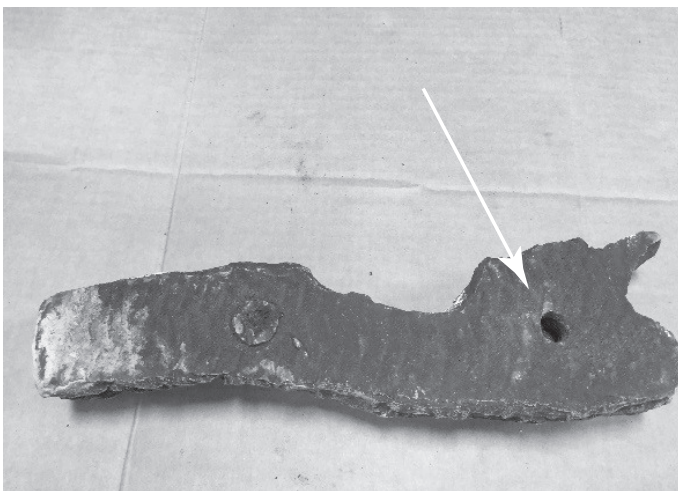

Figure 14.14 Bûche supérieure gauche
- Positionnez la bûche supérieure gauche et la bûche supérieure droite en utilisant le trou situé dans la partie inférieure afin de les placer correctement sur la goupille située au bas et à l'arrière. Voir les figures 14.14 à 14.20.